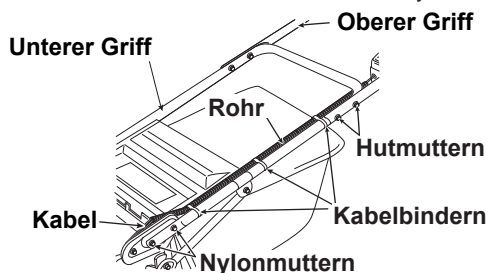

Abb. 1
1. Installieren Sie den unteren Griff (mit 4 Nylonmutter) an der Maschine. (Siehe Abb. 1, 2 und 3)